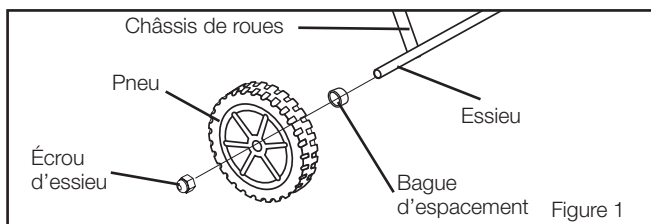
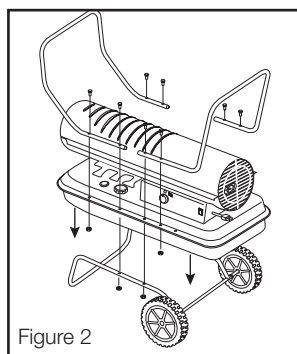

Figure 1
Figure 2
3. Glisser une roue sur l'essieu et la fixer en place à l'aide des écrous d'essieu (voir Figure 1).
5. Fixer la poignée avant avec (2) grands boulons (50 mm) et (2) écrous dans le premier et le deuxième trou avant des deux côtés du rebord du réservoir et du châssis de roues, et serrer fermement.
6. Insérer (2) boulons courts (30 mm) dans le premier trou avant du rebord du réservoir et serrer fermement. S'assurer que les (4) boulons sont bien serrés en place.
7. Fixer la poignée arrière avec (2) grands boulons (50 mm) et (2) écrous dans le deuxième trou arrière de la chaufferette des deux côtés (voir Figure 2).
10. Fixer la poignée arrière à l'aide de (2) boulons courts (30 mm) et de (2) écrous puis serrer fermement.